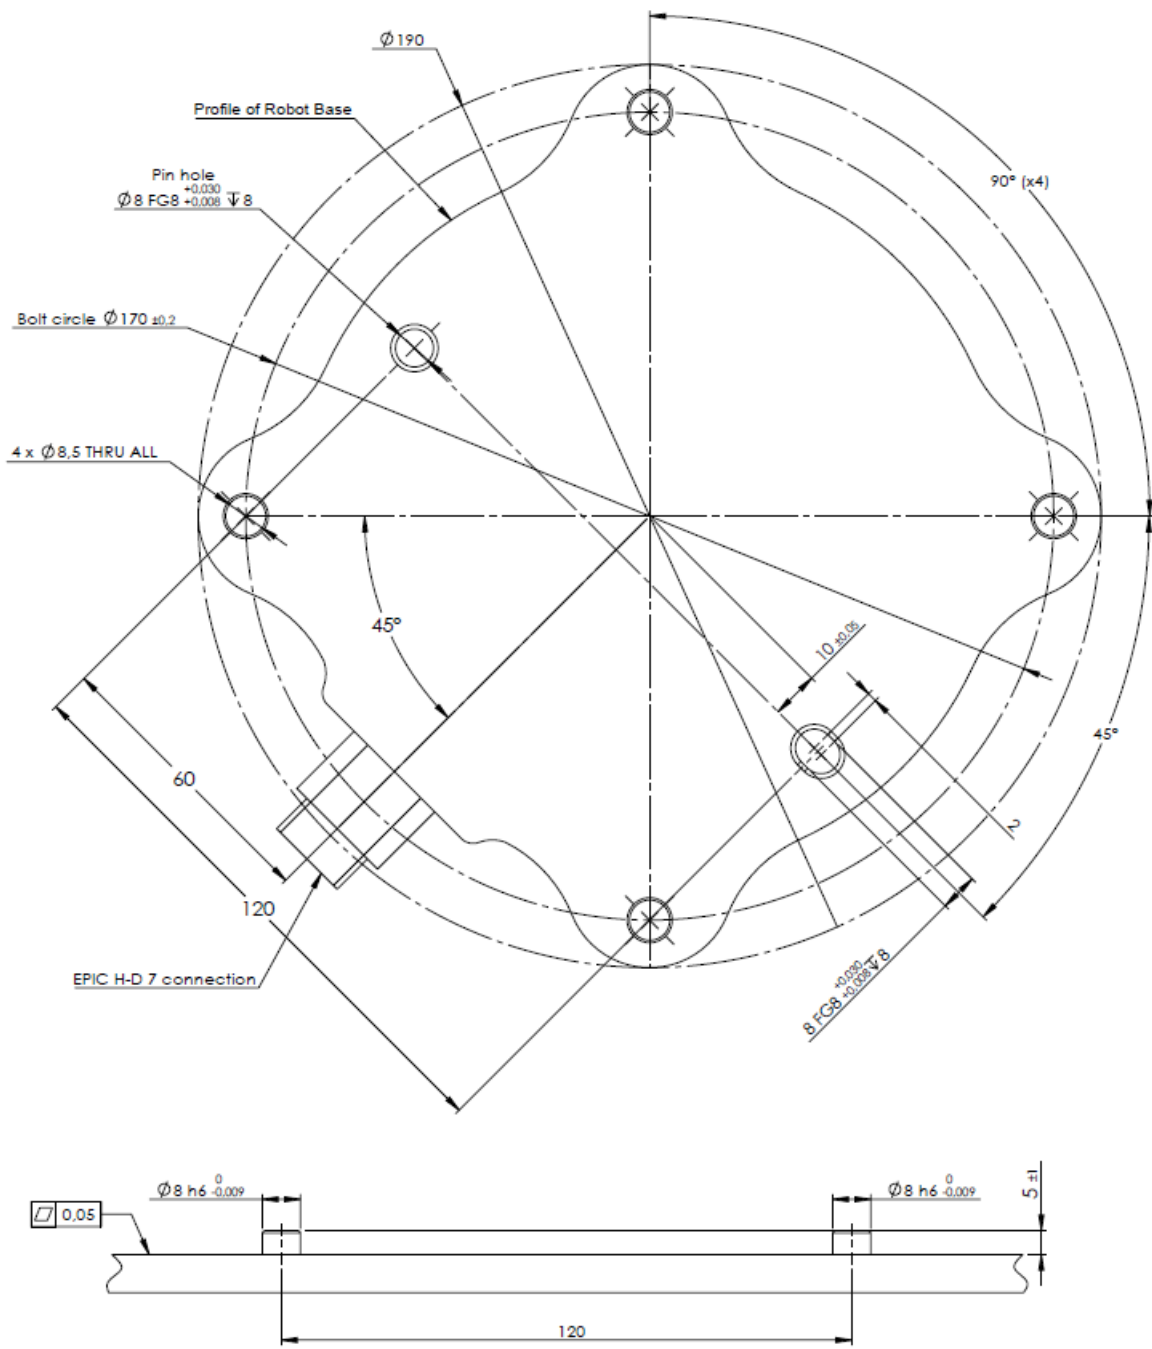

Figura 4.1: Furos na montagem do robô. Use quatro parafusos M8 . Todas as medidas estão em mm.
**Braço do robô** O braço do robô é montado com quatro parafusos M8, usando os quatro furos 8.5 mm na base. Recomenda-se apertar esses parafusos com torque de 20 N m. Se for desejado um reposicionamento do braço do robô com alta precisão, dois furos Ø8 estão disponíveis para serem usados com um único pino. Além disso, uma contraparte exata da base pode ser adquirida como acessório. A Figura 4.1 mostra onde fazer os furos e montar os parafusos.